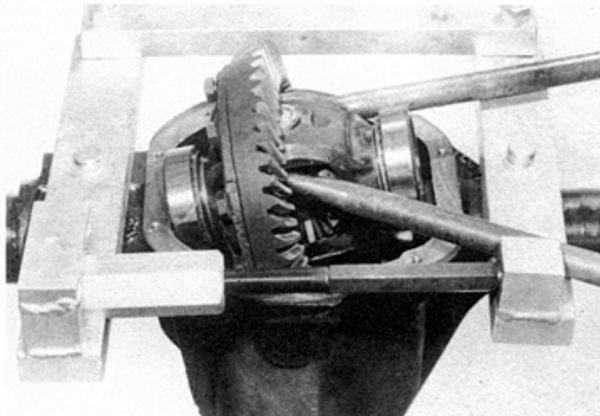

Fig. 13 - Remoção do conjunto do diferencial.
– Levantar a caixa do diferencial da carcaça com os 2 pés de cabra indicados na fig. 13. Após a caixa do diferencial haver sido removida, retirar o separador. Fazê-lo com atenção para evitar danificar a coroa e o pinhão. Marcar com uma etiqueta as capas indicando de qual dos dois lados elas foram retiradas.